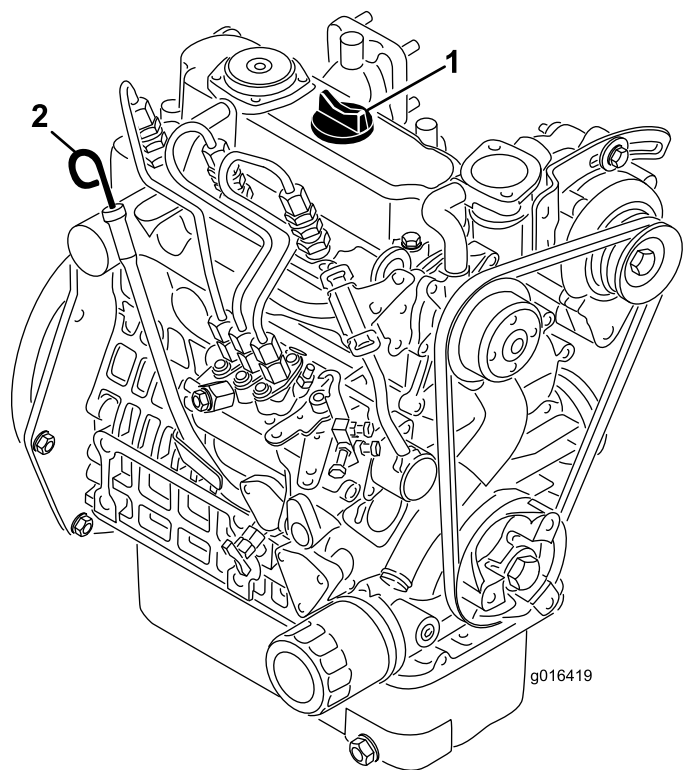

Figura 32
2. Retire a vareta e limpe-a com um pano limpo (Figura 32).